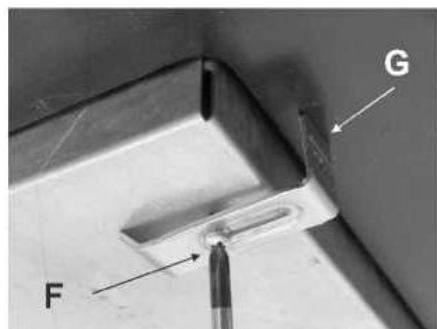

FIG.10
- Coloque la placa de cocción en el orificio efectuado en el mueble y bloquéelo con los tornillos "F" de los ganchos de fijación "G" (ver fig. 10).